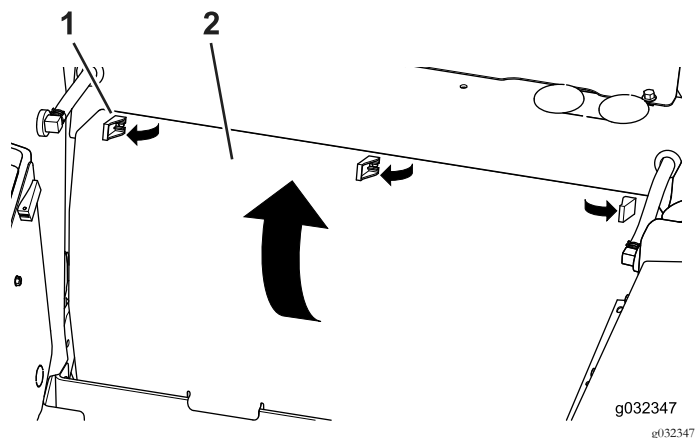

Figure 7
2. Basculez les 3 loquets à expansion et déposez le panneau arrière (Figure 7).